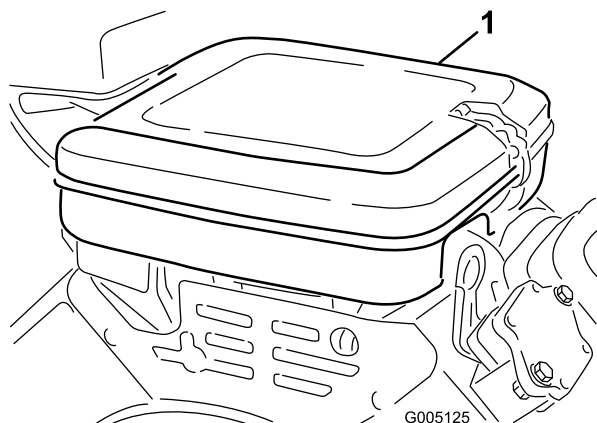

Bild 42
1. Lösen Sie die Verschlussclips und entfernen die Luftfilterabdeckung (Bild 42). Reinigen Sie die Abdeckung gründlich.